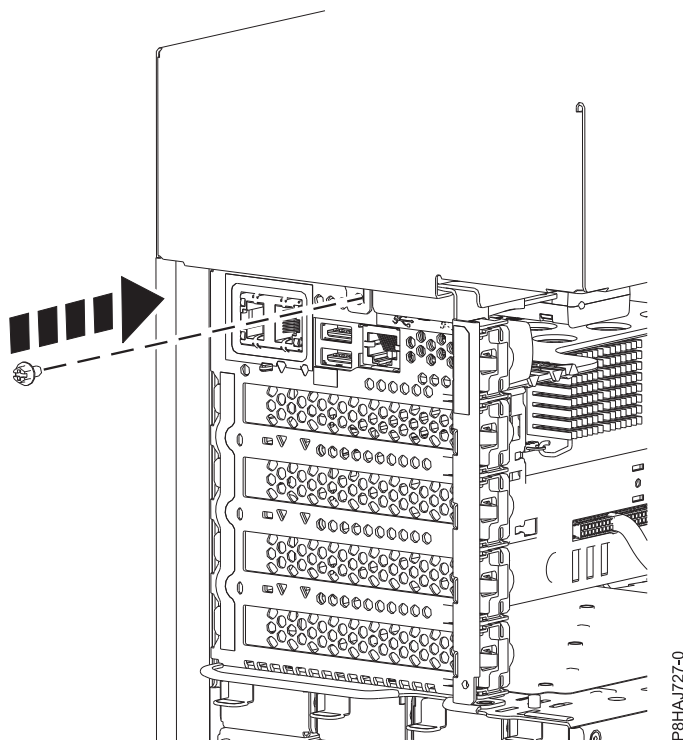

Figura 182. Col·locació del cargol de la coberta lateral model 8286-41A
5. Col·loqueu el cargol posterior de la coberta lateral amb un tornavís Phillips, tal com es mostra a la Figura 182 a la pàgina 214.